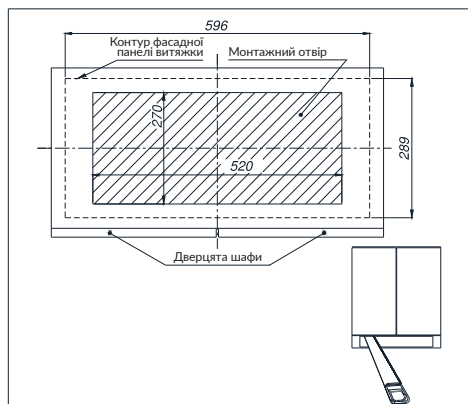
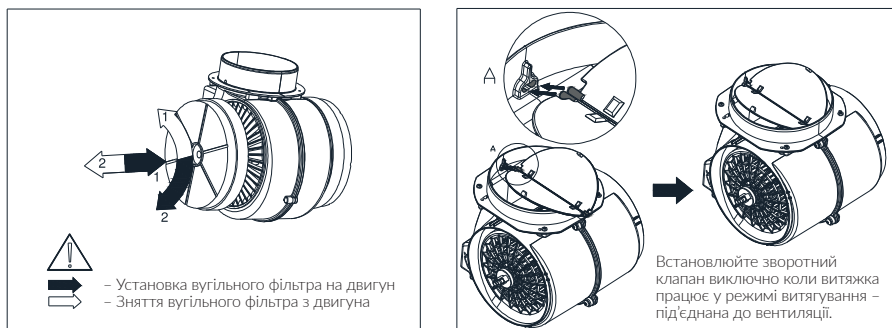

Рис. 4. Підготовка шафи
Рис. 7. Заміна вугільного фільтру
Встановлення витяжки та повітропроводу зазначено на **Рис. 4 - Рис. 7**. Витяжку обладнано штифтами кріплення, що підходять до більшості стін та стель. Під час установки витяжки дотримуйтеся загальних правил виведення повітря з приміщень.
1. Підготуйте шафу до встановлення витяжки: проріжте отвір у дні шафи згідно кресленню (**Рис. 4**).
Витяжка може бути обладнана вугільним фільтром. Вугільний фільтр застосовується в режимі рециркуляції, коли витяжку не підключено до вентиляційного каналу. Фільтр повинен бути встановлений на корпусі двигуна, як показано на Рис. 7. Вугільний фільтр слід замінювати кожні 6 місяців.